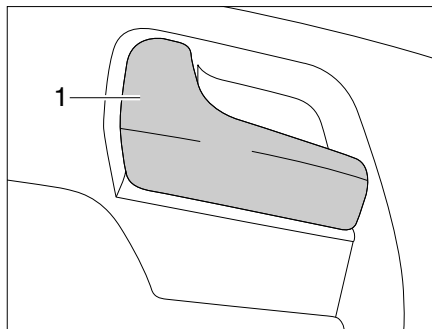

Fig. 49 Serrure de la porte chauffeur, à l'intérieur
- Tirer sur la poignée (Fig. 49,1). La serrure de la porte est déverrouillée.